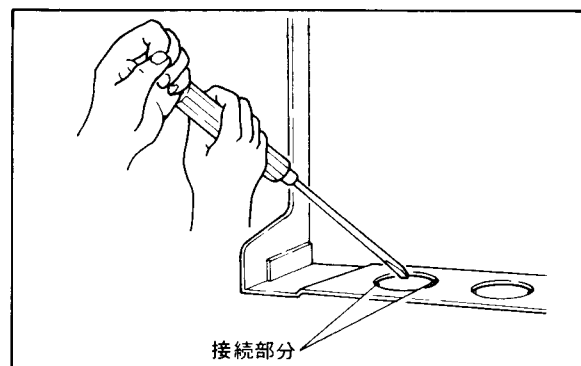
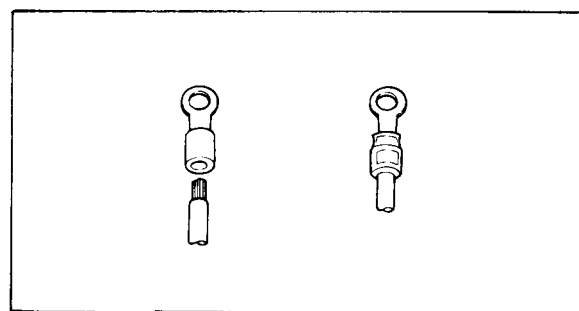

図10-1 半抜き配線穴のあけ方
図10-2 圧着端子
- (1) すべてのスイッチをOFFにして、本器の背面カバーをはずして配線します。
- (2) 配線穴は上下1箇所ずつあけてありますが、必要に応じて半抜き配線穴を使用します。
- (a) ⊖ドライバの先を、半抜き穴の2箇所の接続部からはずれた円周上におき、手でドライバの柄を強くたたくと抜けます(図10-1)。
- (3) 線は600Vビニル絶縁電線(JIS C3307)と同等以上の性能を持つ電線、あるいはケーブルを使います。
- (4) 熱電対入力の場合、熱電対素線を端子に接続するのが望ましいが、距離が長い場合、一般的に補償導線が用いられます。
- (5) 線の末端は絶縁スリーブ付き圧着端子(4mmねじ用)を推奨します(図10-2)。